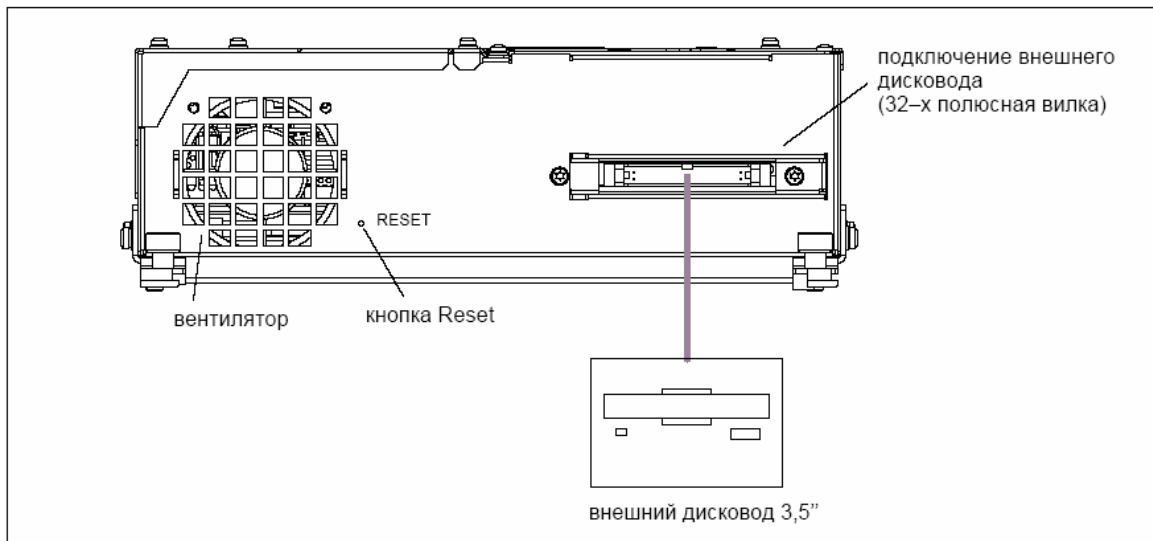
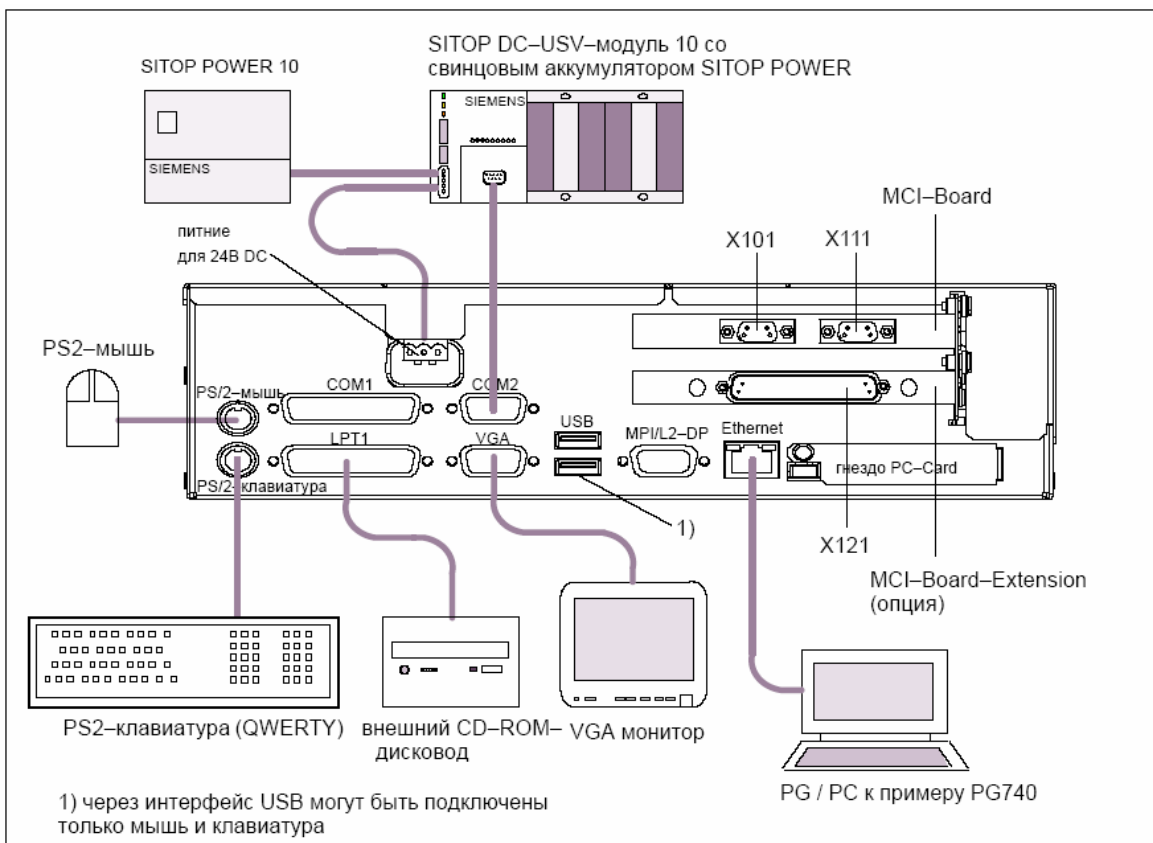

Рис. 3-6 SINUMERIK 840Di PCU 50 левая сторона корпуса
Рис. 3-7 SINUMERIK 840Di PCU 50 (правая сторона корпуса)
- 5) Обзор стандартных интерфейсов PC см. рис. 3-6, стр. 3-129 и рис. 3-7, стр. 3-129.